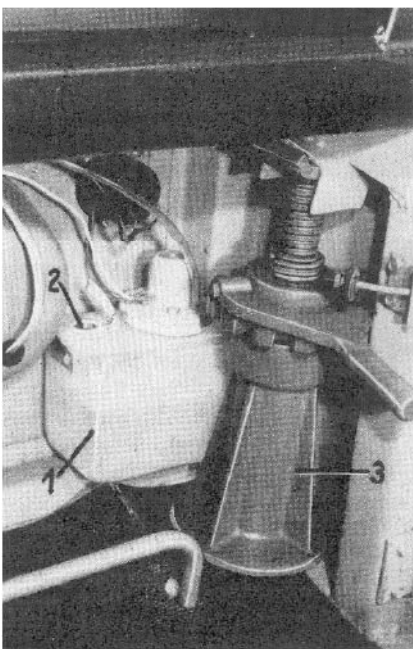

Bild 22.
4. Flüssigkeitsstand im Behälter (Bild 22/1) der Scheibenwaschanlage überprüfen und nötigenfalls Scheibenwaschflüssigkeit nachfüllen.